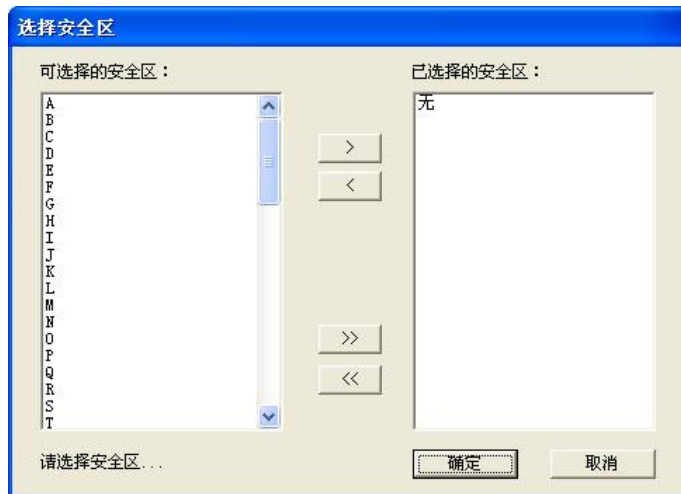

图14.46 控件动画连接属性中安全区的选择
- ◇ **优先级、安全区：**定义控件的安全访问级别。优先级的输入范围为 1~999，单击“安全区选择”按钮，弹出如图 14.46 所示的“选择安全区”对话框，单击中间的按钮，可以选入和选出安全区，当鼠标位于某个按钮上时，在对话框的底部有文字标签显示按钮的作用。可以选择已定义的安全区，也可以多选。运行时，只有符合该安全级别的用户登录后，才能操作控件，否则，操作不了控件。